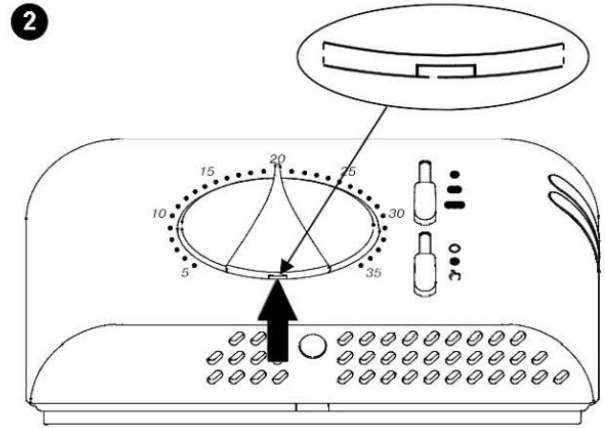

Fig. 3
- 2) Skjut båda reglagen nedåt och ställ termostatvredet på 20°C. Lossa inställningsvredet med hjälp av en skruvmejsel (fig. 3).
- 3) Tag bort plasthöljet genom att föra in t.ex. en liten skruvmejsel i öppningen, placerad i den nedre delen (fig. 3), och samtidigt lyfta den enligt fig. 5.
1. Tag loss termostatvredet med hjälp av en skruvmejsel (fig. 3).